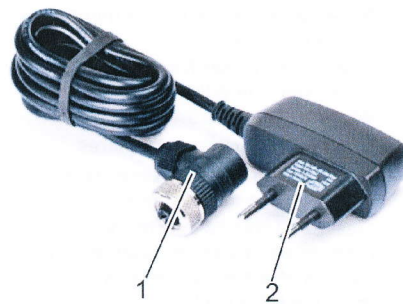

Fig. 9 : Bloc d'alimentation (exemple)
1. ▶ Enficher précisément le connecteur (Fig. 9 /1) sur le connecteur du laser. Serrer ensuite la vis à la main.
2. ▶ Brancher le bloc d'alimentation (Fig. 9 /2) dans une prise existante.